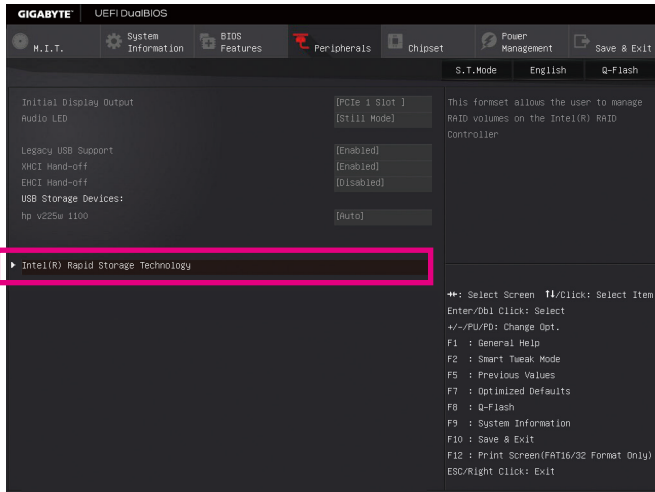

图3
重新开机后，请再次进入BIOS在BIOS程序设定画面，再进入「Peripherals\Intel(R) Rapid Storage Technology」子选单（图3）。